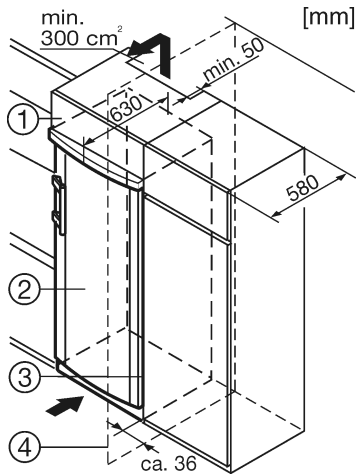

Fig. 7
- (1) yläkaappi
(2) laite
(3) keittiökaappi
(4) seinä
Laite voidaan asentaa keittiökalusteisiin integroituna Laitekorkeuden Fig. 7 (2) tasaamiseksi keittiökalusteiden korkeuteen voidaan laitteen päälle asentaa sopivankorkuinen yläkaappi Fig. 7 (1).
Vakiomittaisiin keittiönkaappeihin (syvyys kork. 580 mm) yhdistettynä laite voidaan sijoittaa välittömästi keittiökaappiin Fig. 7 (3) viereen. Laitteen oven mitat ylittävät sivuilta 34 mm ja sen keskeltä 50 mm keittiökalusteen mitat. Siten se on helppo avata ja sulkea.
Jos laite sijoitetaan oven saranapuoli suoraan seinään Fig. 7 (4) päin, on laitteen ja seinän väliin jätettävä vähintään 36 mm vapaa tila. Tämä vastaa kädensijan syvyyttä oven ollessa auki.